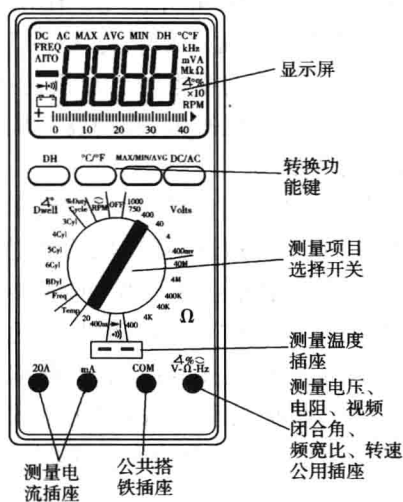

图 1-10 数字万用表
汽车电气设备维修中使用最多的是数字式万用表。数字式万用表工作可靠, 其最大的优点就是可以直接显示测量数据, 相关功能说明如图 1-10 所示。
(2) HFE 插口。HFE 插口是测量晶体管直流放大倍数的, 上面标有 B、C、E 字母, 使用时将晶体管的 B、C、E 管脚插入相应的插口内。输入插口在面板的下部, 标有“COM”、“V·Ω”、“mA”和“10A”。使用时, 黑表笔插入“COM”插孔, 红表笔根据被测量的种类和大小, 插入“V·Ω”、“mA”或“10A”的插孔中。
(3) 数字式万用表的使用方法(图 1-10)。